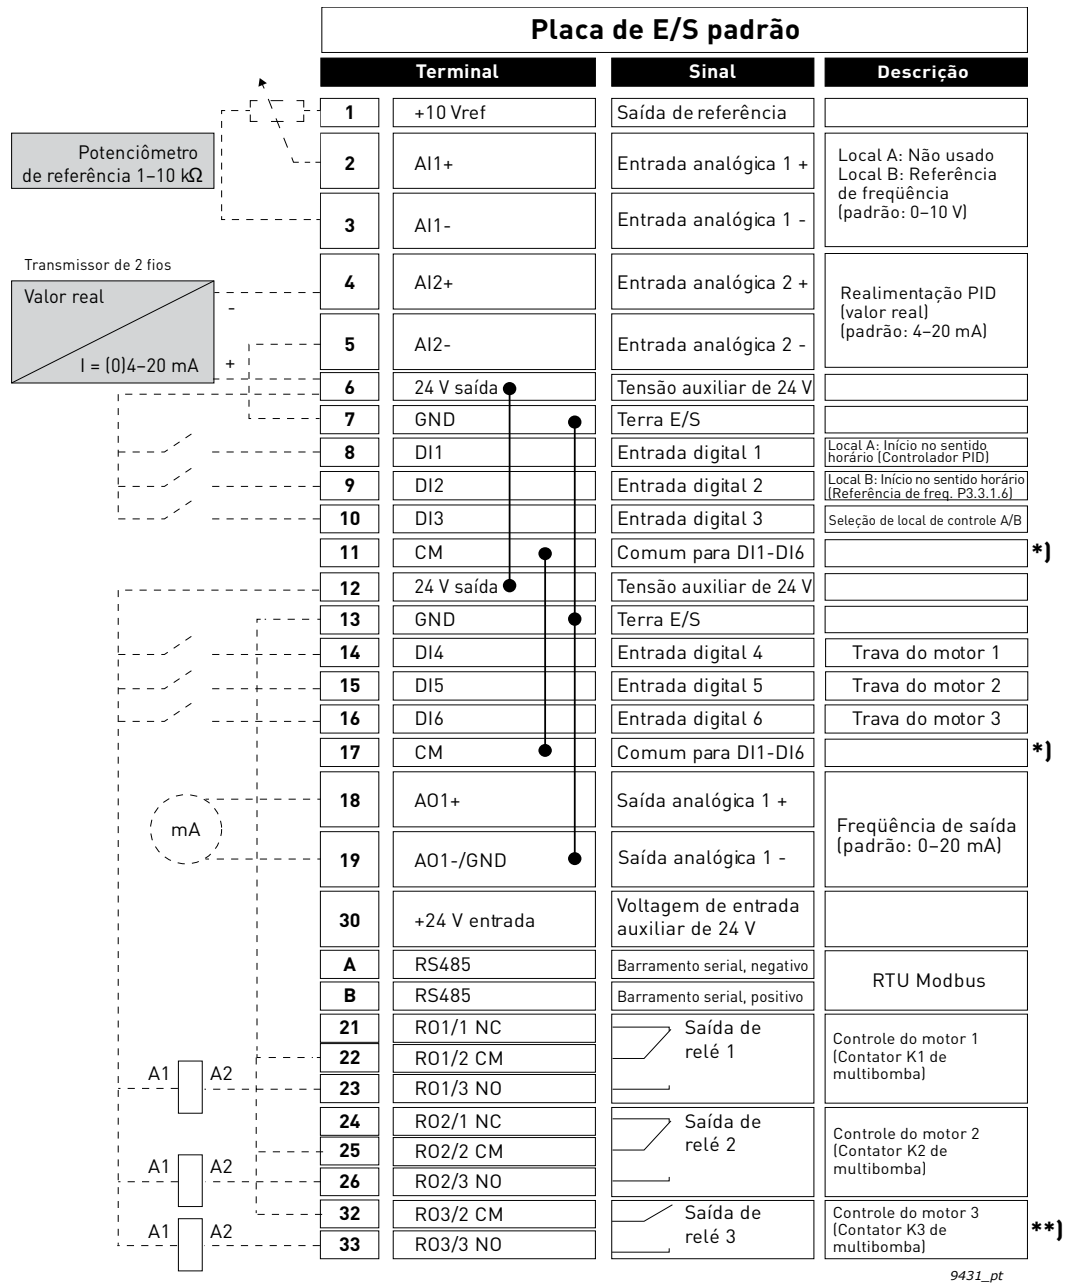

Figura 12.
***) A Figura 12 mostra o conversor padrão. Se você encomendar com o código de opção +SBF4, a saída de relé 3 é substituída por uma entrada de termistor. Consulte o *Manual de Instalação*.